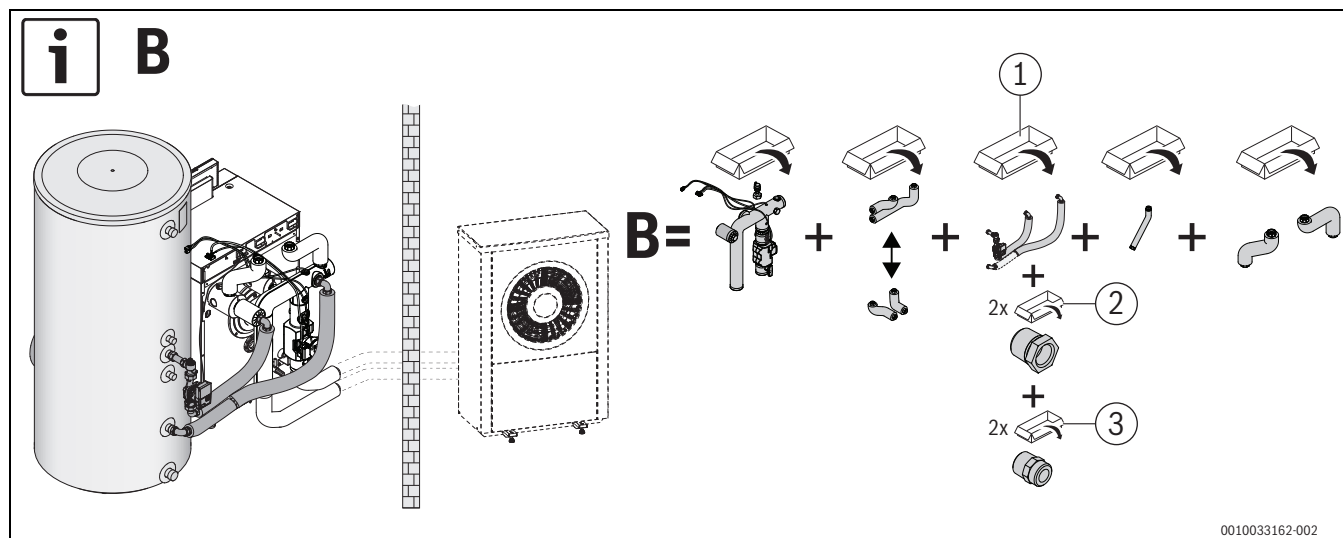

Bild 13 Speicherverbindung stehender Speicher rechts, Variante B, beispielhaft dargestellt für Kesselgröße 15 kW
- ▶ Rohrgruppe entsprechend der vorgesehenen Varianten (→ Bild 13 –